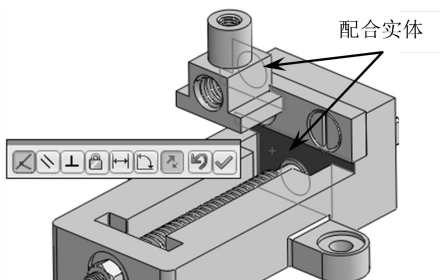
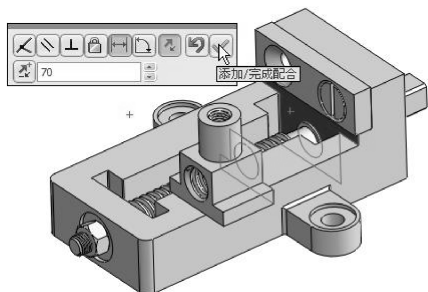

图 7-56 对齐方块螺母与钳身
图 7-57 完成距离配合
- 08 装配方块螺母到丝杠。装配时方块螺母将会使用【距离】配合和【同轴心】配合。选择方块螺母上的面与钳身面作为要配合的实体后，方块螺母自动与钳身的侧面对齐，如图 7-56 所示。此时，在【标准配合】选项卡中单击【距离】按钮，然后在距离数值框输入值【70】，再单击【添加/完成配合】按钮，完成距离配合，如图 7-57 所示。